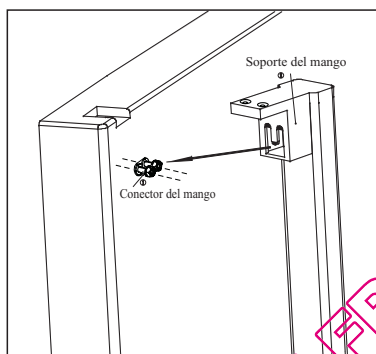
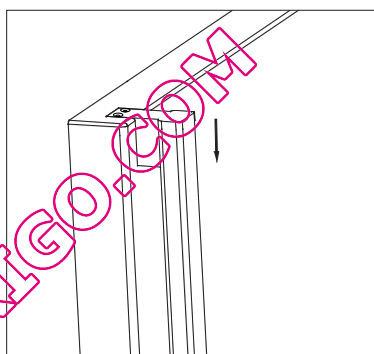

Ilustración 1
Ilustración 2
- 1) Inserte el gancho del mango (1) en el conector (2) (como muestra la ilustración 1). A continuación, tire hacia abajo del mango con fuerza hasta que la parte superior del mango y la parte superior de la puerta queden enrasadas (como muestra la ilustración 2).